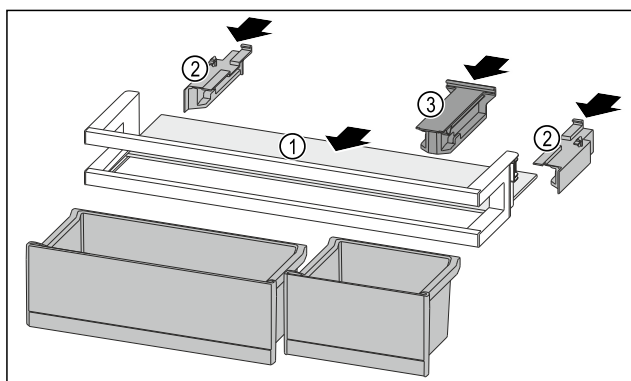

Fig. 93
- ▶ Työnnä säilytyshyllly Fig. 93 (1) sivuilla oleviin koloihin.
- ▶ Aseta sivuosat *Fig. 93 (2)* paikoilleen.
- ▶ Aseta kiinnitysosa *Fig. 93 (3)* paikalleen.